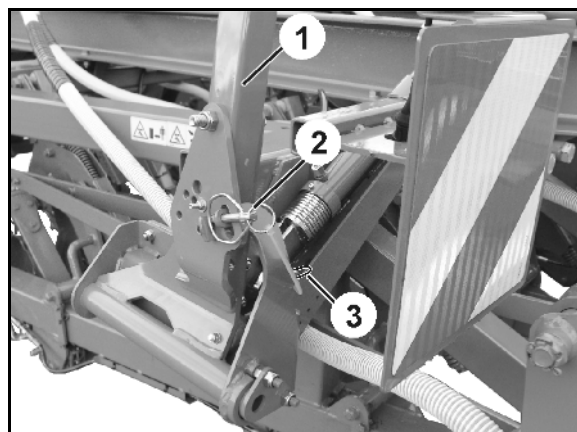

Рис. 19
Перед движением по улицам и дорогам общего и закрытого пользования необходимо застопорить маркеры (Рис. 19/1) с помощью пружинных фиксаторов (Рис. 19/2) для предотвращения их непреднамеренного опускания.
1. Удерживая консоль маркера (Рис. 19/1), уберите пружинный фиксатор (Рис. 19/2).
2. В нерабочем положении вставьте пружинный фиксатор в скобу (Рис. 19/3).